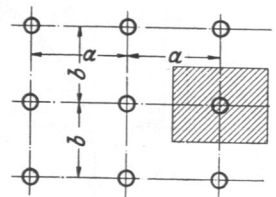

Abb. 483.
2. Sind in einer flußeisernen Wand die Anker regelmäßig, wie in Abb. 483, verteilt, so ist die Blechstärke t in cm zu nehmen: